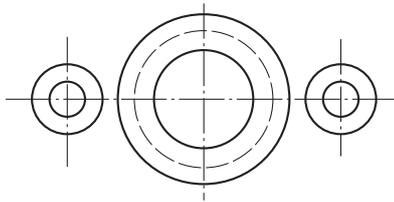
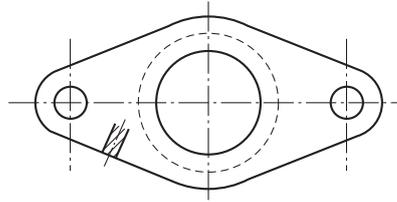

图 2-31 绘制各圆及圆弧
图 2-32 填充完成全图
- 在状态栏中单击“极轴”、“捕捉”和“对象追踪”按钮，将其打开，选择粗线层作当前层，以给定的直径和半径作各圆，如图 2-31 所示。注意左右两端 R10 圆弧和上下 $\phi 50$ 圆弧，可采用画圆的命令绘制。
④ 利用捕捉切点绘制各段切线（直线），并利用修剪命令进行修剪。
⑤ 单击“图层”按钮将剖面线层置为当前层，绘制断面的剖面线，如图 2-32 所示。至此完成全部作图。